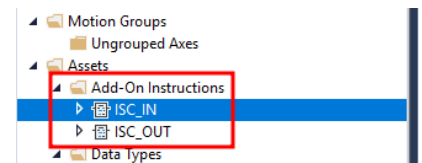

Figure 35: AOI_ISC_CAM_v2_INPUTS & AOI_ISC_CAM_v2_OUTPUTS Added to Studio 5000 Project
20. 两个文件 “AOI_ISC_CAM_v2_INPUTS” 和 “AOI_ISC_CAM_v2_OUTPUTS” 附加指令应添加到项目中，见图35.